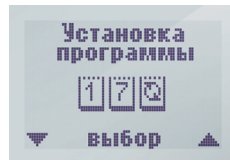

Рис. 4-1
1. Установка программы (рис. 4-1)